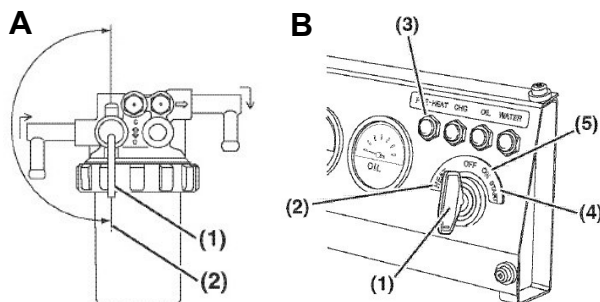

Abb. 16: Anlassen des Motor
Schritt 5: Den Schlüssel in den Schlüsselschalter (Abb. 16, Pos. 1) oder (Abb. 15B, Pos. 1) stecken.
Schritt 6: Den Schlüssel in die EIN-Stellung (Abb. 16, Pos. 2) oder HEAT-Stellung (Abb. 15B, Pos. 2) drehen. Die Vorglühanzeige (Abb. 16, Pos. 3) blinkt mehrere Sekunden und erlischt dann. Nachdem die Vorglühanzeige erloschen ist, kann der Motor angelassen werden.
Schritt 7: Den Schlüssel im Uhrzeigersinn in die START-Stellung (Abb. 16, Pos. 4) oder (Abb. 15B, Pos. 4) drehen. Den Schlüssel freigeben, sobald der Motor einspringt. Der Schlüssel kehrt in die EIN-Stellung (Abb. 16, Pos. 2) oder (Abb. 15B, Pos. 5) zurück.